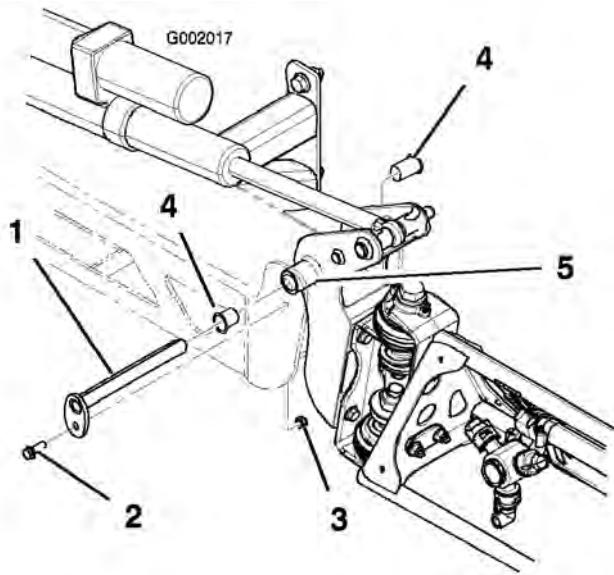

図 70
- ブームを支えておきながら、ピボット・ピンをブーム・アセンブリに固定しているボルトとナットを取り外す(図 70)。ピボット・ピンを取り外す。
5. ナイロン・ブッシュを取り外し、ピボット・ブラケットの前面および後面側から見て点検する(図 70)。磨耗したり破損したりしている場合は交換する。
7. センター・フレームにブーム&ピボット・ブラケット・アセンブリを取り付け、開口部を整列させる(図 70)。